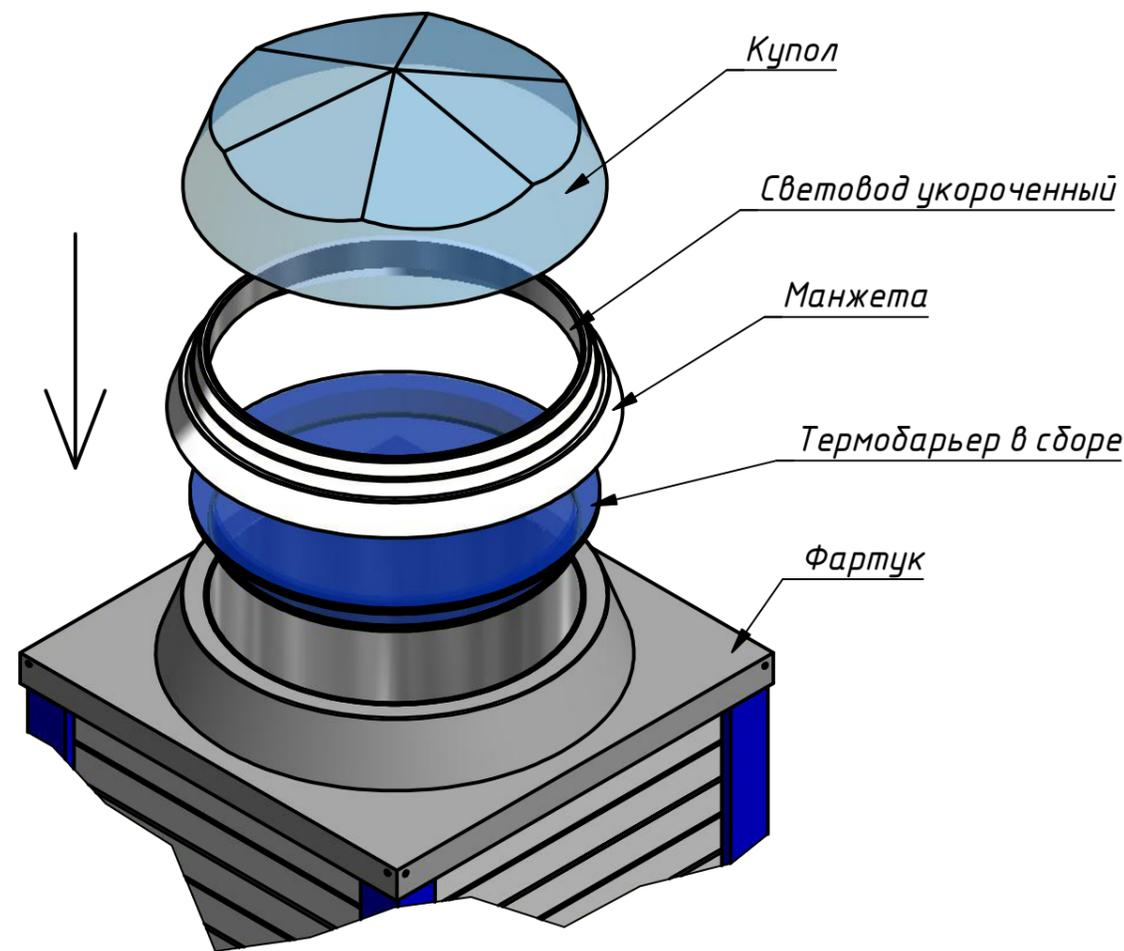

Рис. 35
2. Термобарьер в сборе установить на фартук (рис. 35).
3. Установить манжету, в которую вмонтирован укороченный световод и закрепить ее с фартуком на саморезы (рис. 35).
4. На манжете установить щеточный уплотнитель (рис. 35).
5. Прикрепить купол к манжете с помощью купольных саморезов (3 шт), согласно отверстиям в куполе (рис. 35).